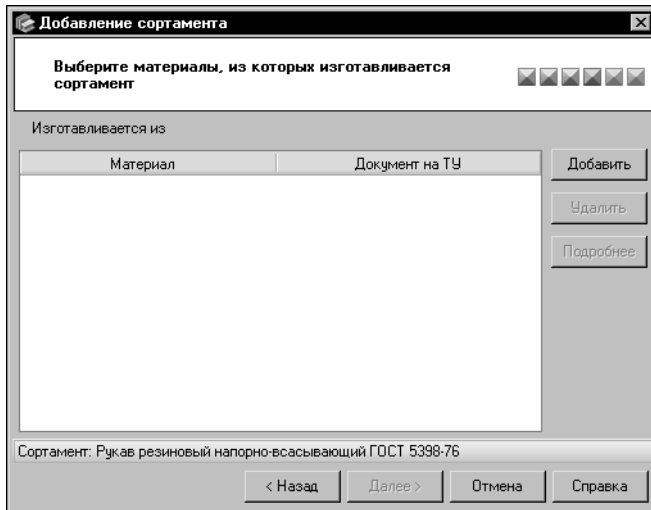

Рис. 6.40. Мастер добавления сортамента: шаг 4
6. В окне четвертого шага мастера (рис. 6.40.) укажите материал, из которого изготавливается сортамент. Для этого нажмите кнопку **Добавить**.